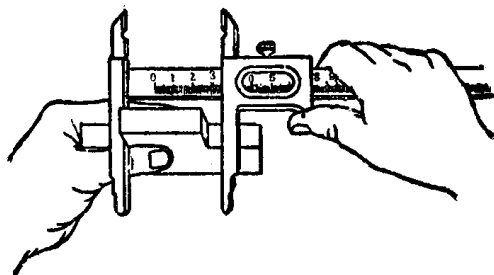
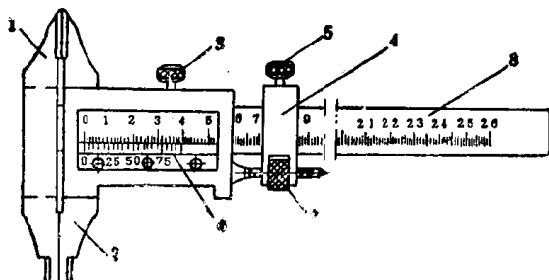
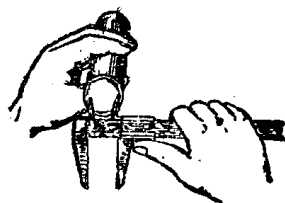

图 3 测量工件外部尺寸的方法
图 4 游标卡尺的各部名称
图 6 测量内孔的方法
(1) 在测量工件外部尺寸时，先把游标卡尺活动量爪张开，张开的距离恰好使它能够自由地卡进工件。工件贴靠在固定量爪上，然后移动带有活动量爪的滑动游标框（如果游标卡尺上没有调节螺母时），用轻微的压力使活动量爪慢慢地靠紧工件，并在游标卡尺的刻度上读取尺寸（如图 3）。在使用带有微动调节螺母的游标卡尺时，先要拧紧固定螺钉来制定滑块（如图 4 中 4、5），
（2）在测量工件内部尺寸时（如图 6），要使量爪测量刃口分开的距离小于所测量的孔或槽的尺寸（约小 1~1.5 毫米），然后慢慢地使活动量爪向外分开，并轻轻地接触到被测量的内表面，用固定螺钉将滑动游标框定住，取出游标卡尺来读取尺寸（如用图 4 那样的游标卡尺来量时，应加上两个内测用量爪的厚度才是工件的实际尺寸）。当取出内测用量爪时，用力要均匀，并使游标卡尺沿着被测量的孔或槽的中心线滑出，不可歪斜，否则会使内测量爪扭伤、变形或使已固定了的游标框发生移位，影响读数的准确度。